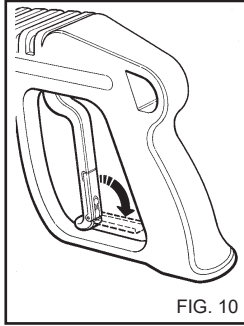

FIG. 10
- Når apparatet ikke er i bruk stenger du sikkerhetsinnretningen på håndtaket. (fig. 10).